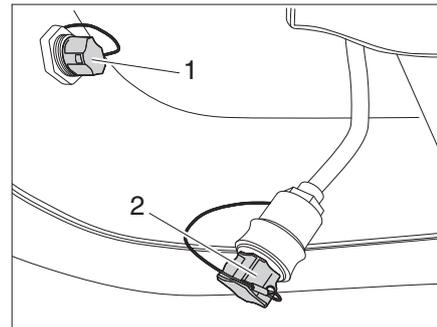

Bild 55 Schutzkappen aufschrauben
- Auf Stecker und Buchse der Elektroverbindung Schutzkappen schrauben (Bild 55,1 und 2).